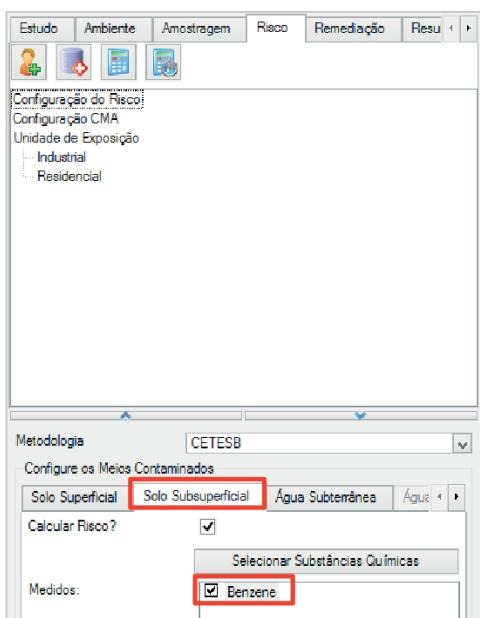

Figura 3.45 Configuração das substâncias químicas de interesse para o Solo Subsuperficial.
- No meio *Solo Subsuperficial*, adicione os compostos químicos Benzeno clicando sobre o botão *Selecionar Substâncias Químicas* e selecionando os compostos na janela selecione as substâncias químicas (Figura 3.45).